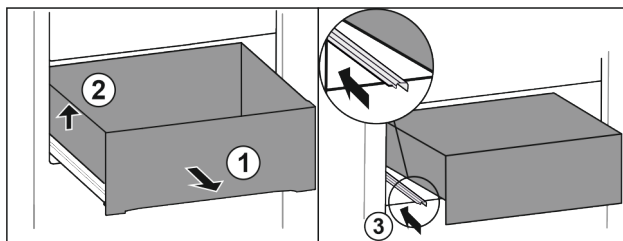

Fig. 90
- ▶ Lade tot de aanslag eruit trekken. Fig. 90 (1)
- ▶ Lade links optillen. Fig. 90 (2)
- ▶ Linker rail erin schuiven. Fig. 90 (3)